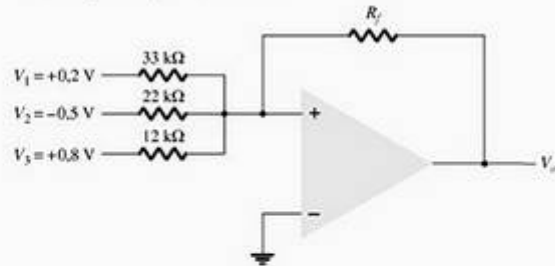

Figura 13.48 Problemas 10, 11, 27.
10. Calcule a tensão de saída produzida pelo circuito da Figura 13.48 para $R_f = 330 \text{ k}\Omega$.
11. Calcule a tensão de saída do circuito na Figura 13.48 para $R_f = 68 \text{ k}\Omega$.
- *27. Utilize o Schematic Capture ou o EWB para calcular a tensão de saída no circuito da Figura 13.48 para $R_f = 68 \text{ k}\Omega$.